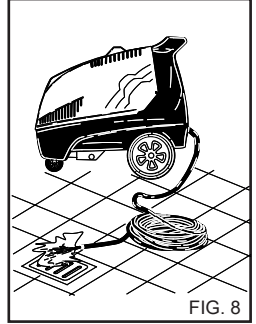

FIG. 8
**pääsisi epäpuhtauksia tai ilmakehää, suosittelemme että käynnistä pesurin ensimmäisellä kerralla ilman karkiosaa ja annan veden juosta muutaman sekunnin ajan. Epäpuhtaudet saattavat tukkia suuttimen ja aiheuttaa toimintahäiriön (fig. 8).**